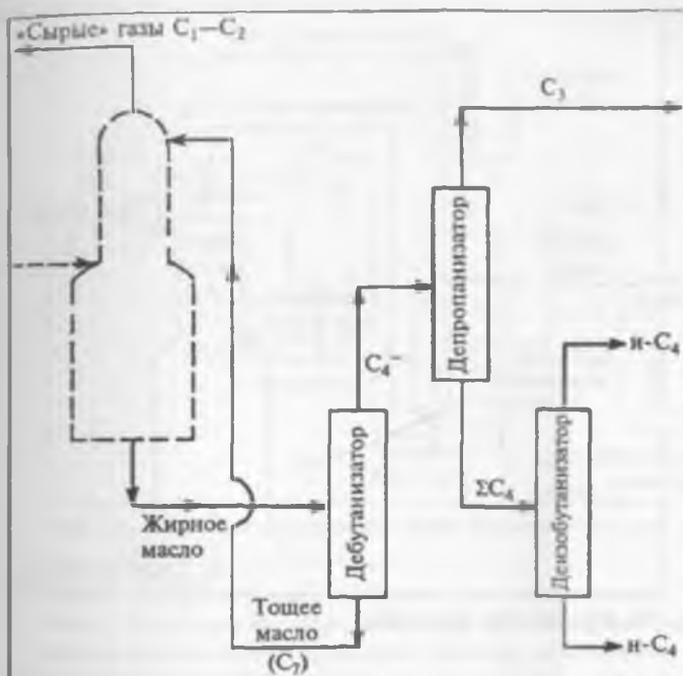

Рис. 7.3. Отделение бутана, пропана и изобутана
4. *Дебутанизация* (отделение бутана). Обогащенное (жирное) масло поступает в следующую колонну, которую называют дебутанизатором. В этой колонне пропан и бутан отделяются от нефти. Поскольку нефть начинает кипеть при температуре около  $80^{\circ}\text{C}$  ( $180^{\circ}\text{F}$ ), а бутан кипит приблизительно при  $0^{\circ}\text{C}$  ( $32^{\circ}\text{F}$ ), то они довольно легко разделяются (рис. 7.3), гораздо легче, чем бутан и пропан отделяются от этана в ректификационной колонне. Жидкая фракция из сепаратора также направляется в дебутанизатор.